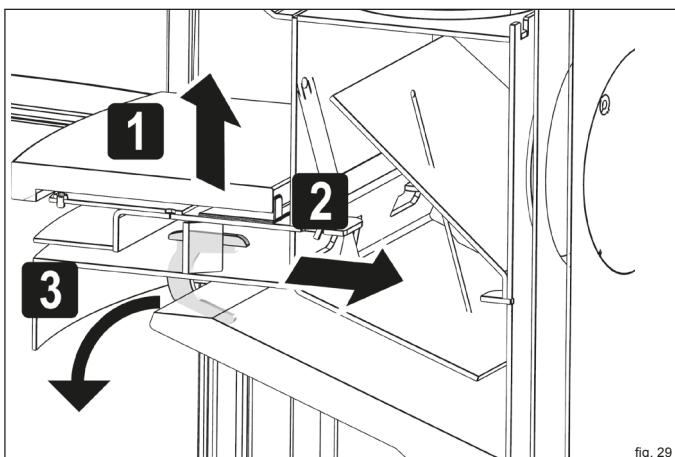

fig. 29
- ▶ Rimuovere i supporti dei refrattari (fig. 29).